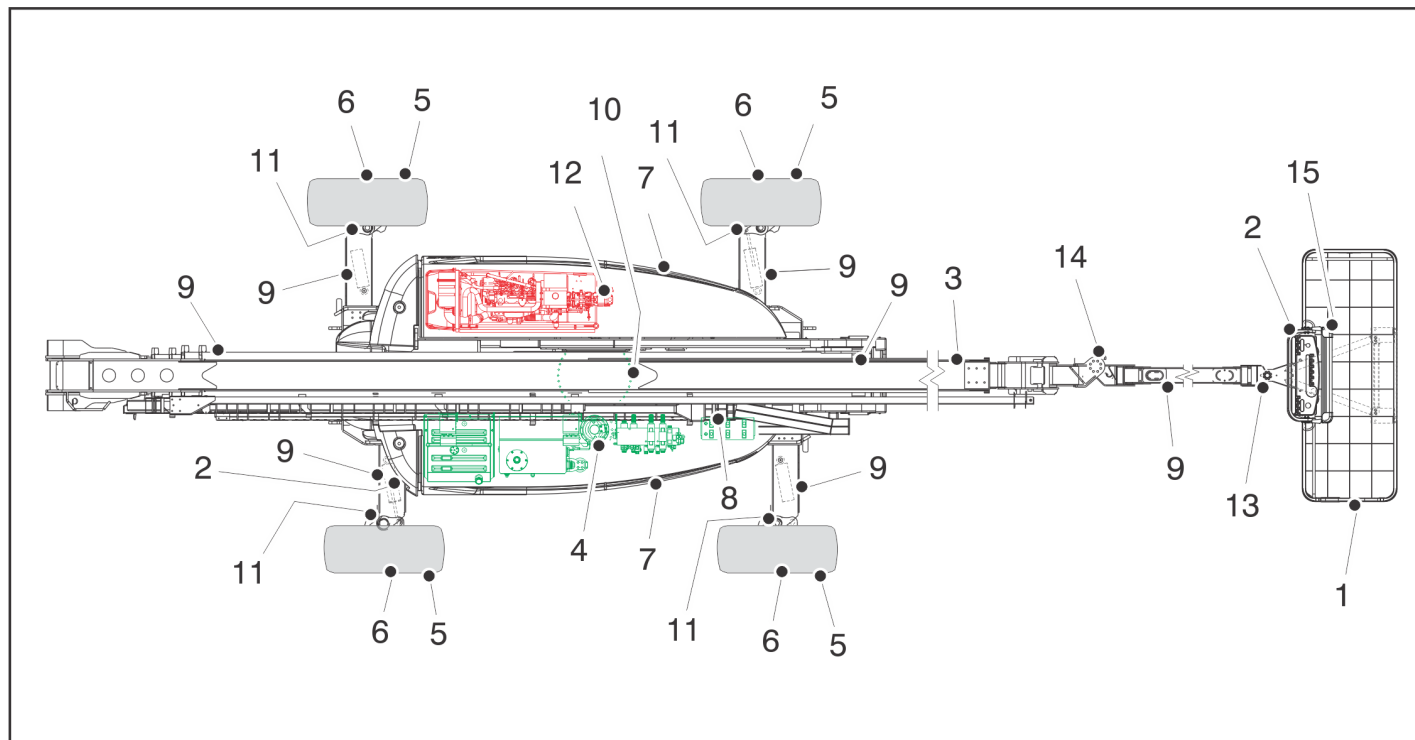

Figura 2-2. Inspeção exterior diária - Folha 1 de 2
5. **Inspeção exterior** – Consultar a Figura 2-2.